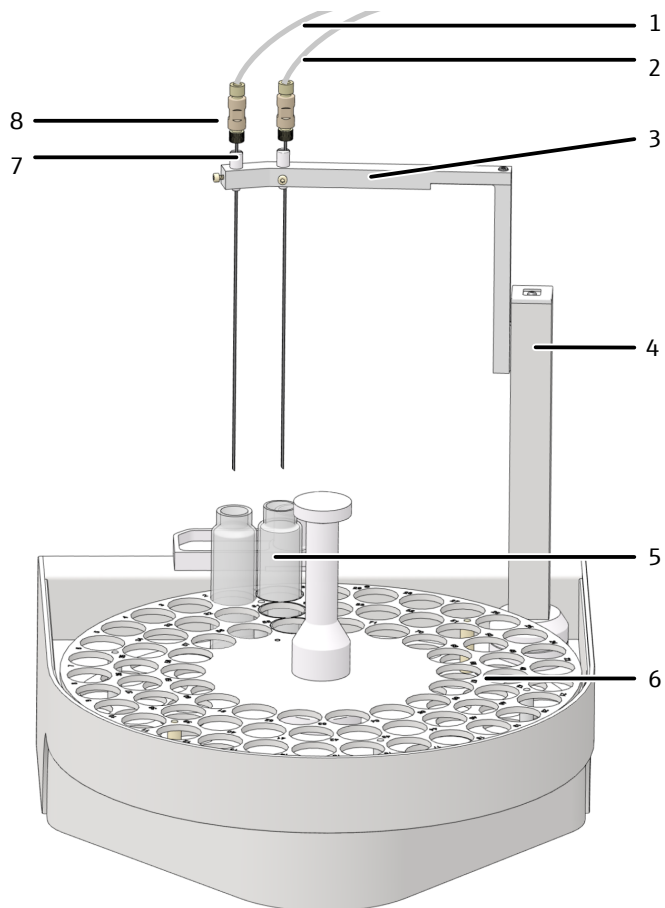

図 25 AS vario オートサンプラーのレイアウト
- ▶ パラレルパージによる NPOC 測定の場合: スリーブ付きのカニューレを 1 本ずつカニューレホルダーの両方の位置に挿入します (図 25 ㊦ 49)。